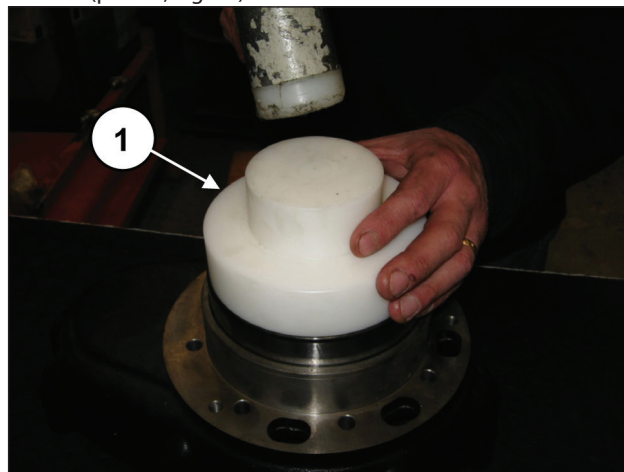
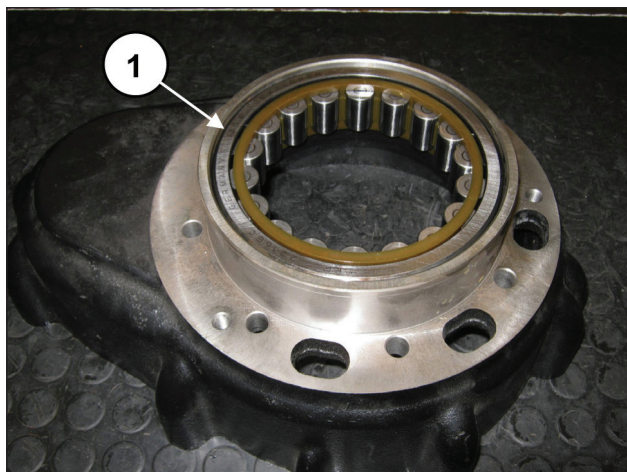

Fig. 55
Fig. 56
Desde el lado opuesto de la caja del reductor, premontar la anilla externa del cojinete del eje acodado utilizando la herramienta cód. 27605000, (pos. ①, Fig. 55) para introducirla a fondo (pos. ①, Fig. 56).